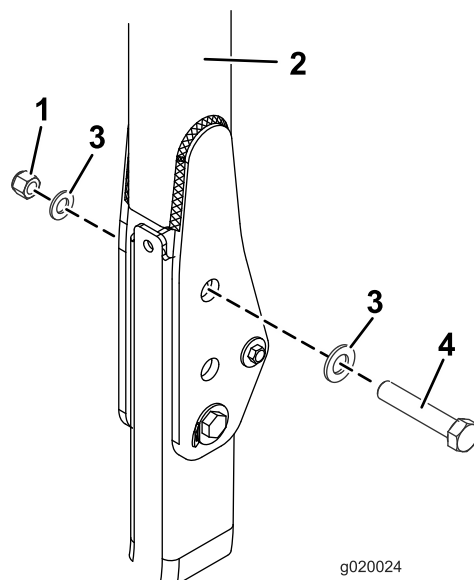

Рисунок 30
3. Установите шайбу (13/16 x 1½ дюйма) на каждый болт (¾ x 4 дюйма), как показано на Рисунок 30.
4. В отверстия, из которых были извлечены штифты, установите болты с шайбами (Рисунок 30).
5. Установите еще по одной шайбе на каждый болт и закрепите с помощью гаек (¾ дюйма), как показано на Рисунок 30. Затяните гайки с моментом от 323 до 396 Н·м.
6. Затяните болт оси поворота конструкции ROPS (Рисунок 30) с моментом 91 – 113 Н·м, чтобы предотвратить любые вибрации защитной дуги и солнцезащитного навеса.